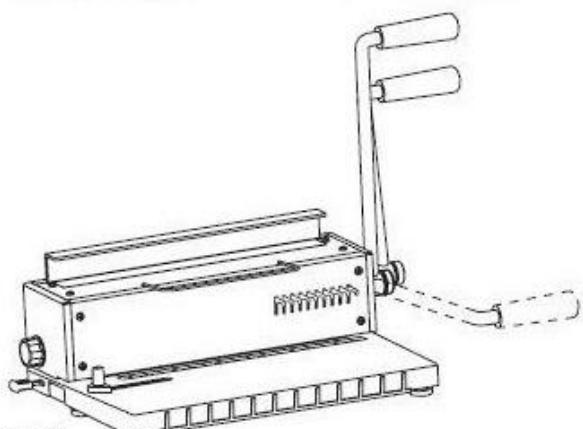

рис.1
- D.** Опустите вниз рукоятку для перфорирования ,затем верните её в исходное положение (смотрите рис.1)